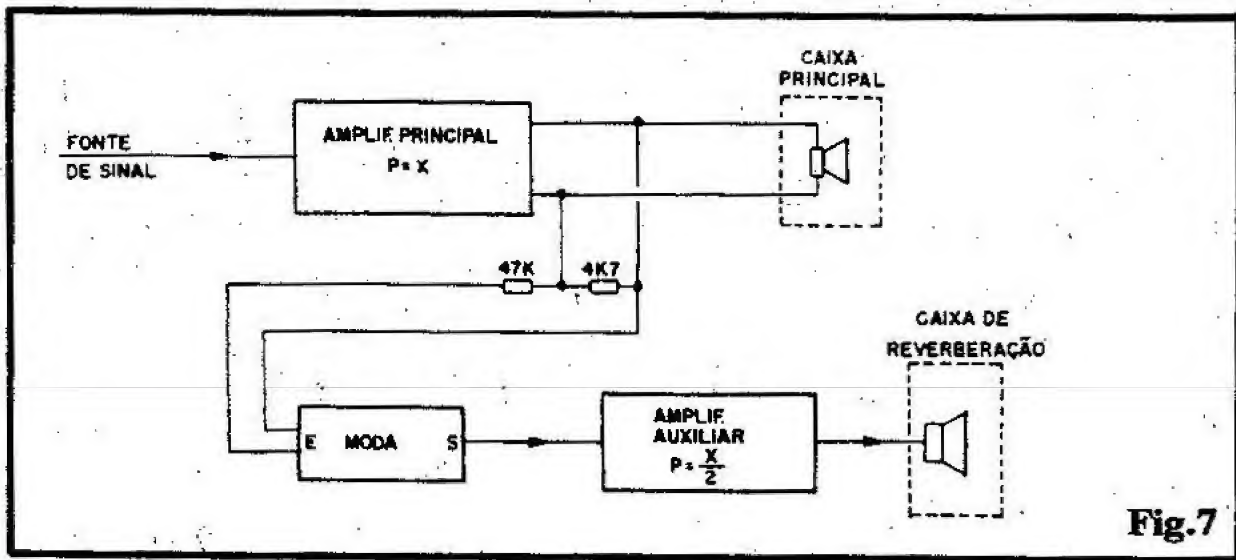

Fig.7
- **FIG. 7 - ECO "PRA MAIS DE METRO"...** - Embora nas configurações exemplificadas na figura anterior, o MODA-CRE-2 possa exercer as suas finalidades perfeitamente, sempre existem os mais exigentes usuários, aqueles que querem um "baita" eco, uma reverberação "de caverna", ou "de catedral"... Tudo bem! É perfeitamente possível "estourar a boca do balão", com o acréscimo, no sistema básico, de um segundo amplificador, cujas ligações devem obedecer ao diagrama da fig. 7... Nessa configuração, o sinal "natural" é processado pelo amplificador principal, de cuja saída